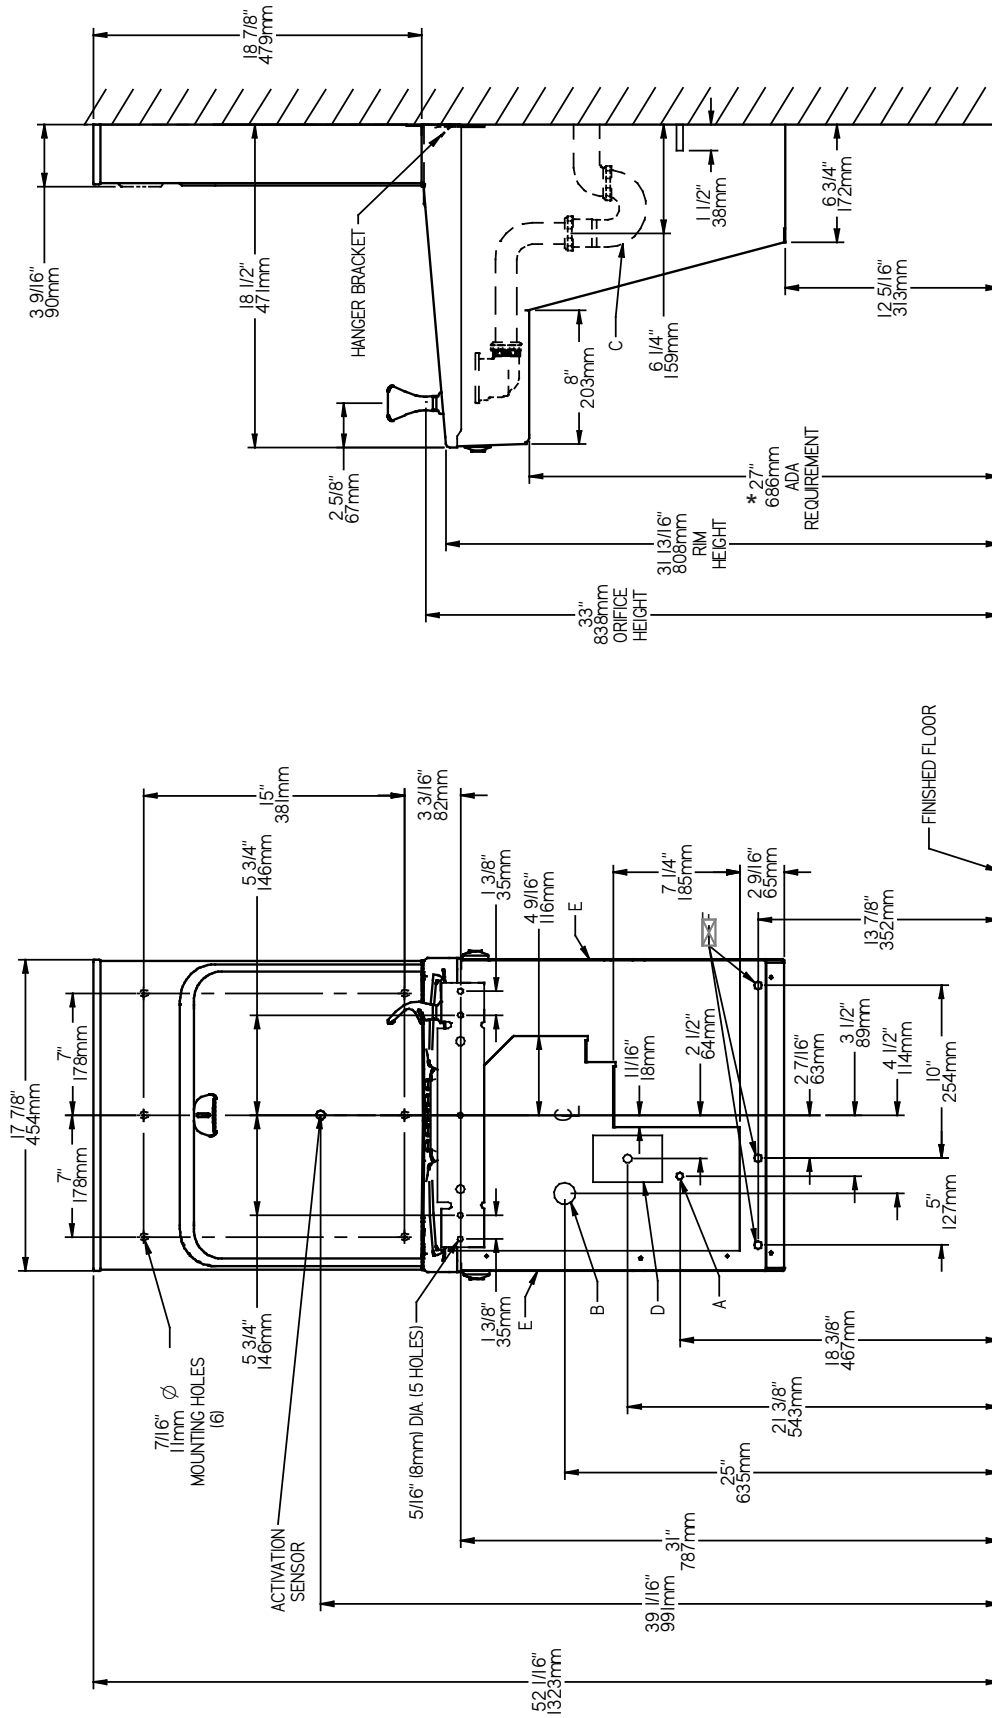

Fig. 2
- 1) Remove hanger bracket fastened to back of cooler by removing one (1) screw.
- 2) Mount the hanger bracket and trap as shown in Figure 2.
- 1) Quite el fijador de suspensión sujetados a la parte posterior del enfriador quitando un (1) tornillo.
- 2) Monte el fijador de suspensión y quite el purgador como se muestra en la Fig. 2.
- 1) Retirez le support de suspension à l'arrière du refroidisseur en enlevant une (1) vis.
- 2) Installez le support et le siphon tel qu'indiqué à la fig. 2.